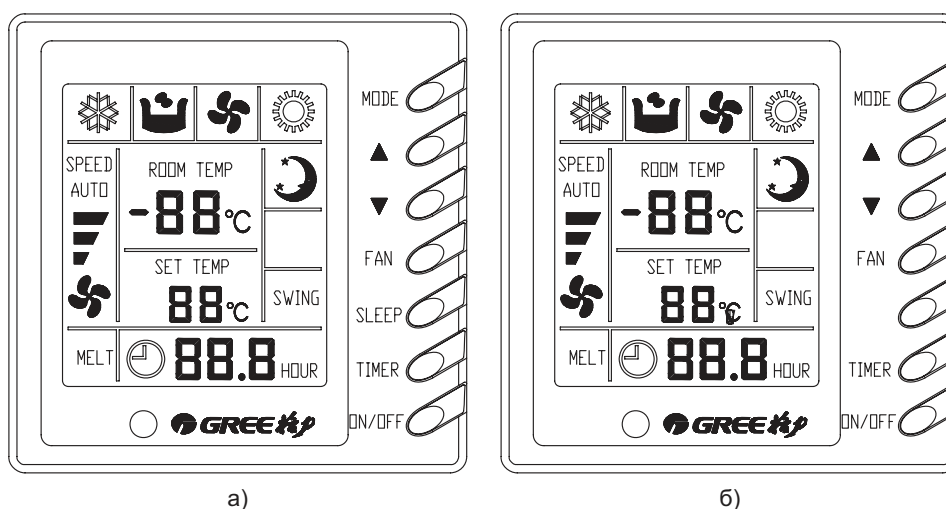

Рис. 2.2
2.2 Проводные индивидуальные пульты управления модели Z60351F (для блоков канального типа) (рис. 2.2а) и Z63351F (для блоков кассетного типа) (рис. 2.2б).